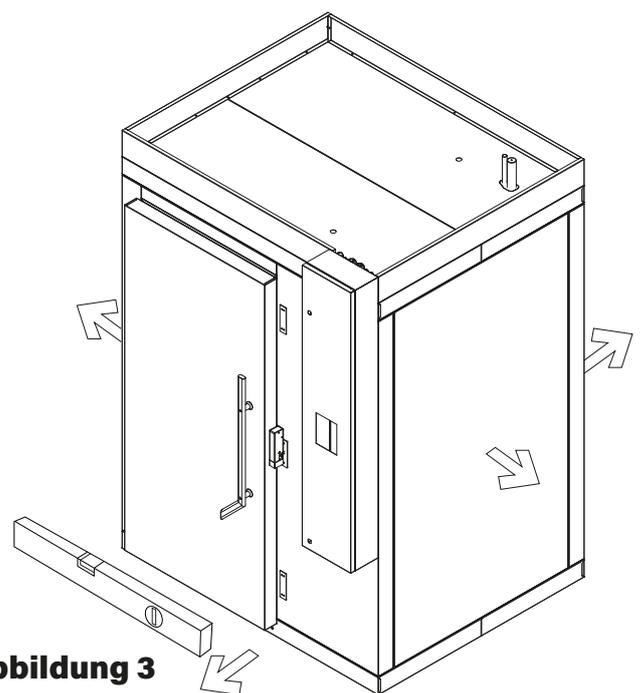

Abbildung 3
- Drehen Sie die Füße, wenn die Maschine mit verstellbaren Füßen ausgestattet ist (durch Ein- oder Ausschrauben), bis man die Nivellierung erreicht hat; jede andere Einbaulösung muss vom Hersteller vereinbart und genehmigt werden (Abbildung 3).